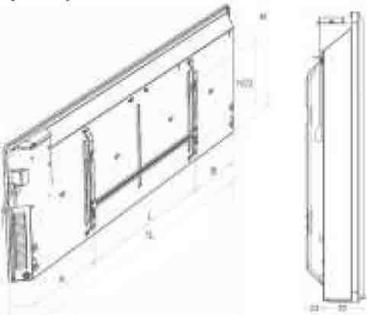

Рис. 1
Габаритные и установочные размеры конвектора серии TEC.PF2 ML согласно рис. 1 приведены в таблице 2
Габаритные и установочные размеры конвектора серии TEC.PS1 ML согласно рис. 1 приведены в таблице 3
3. В соответствие с рис. 1, 4 и таблицей 2,3 (в зависимости от моделей) определите место установки конвектора с соблюдением минимальных расстояний от предметов и минимального расстояния от пола.